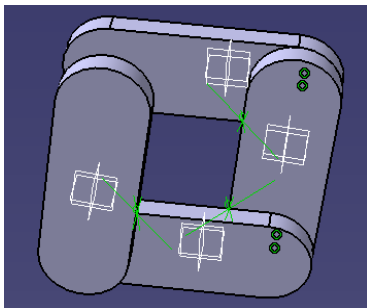

图 13-7
(5) 同样的方法连接成图 13-7 (左上部的轴没连接在一起)。